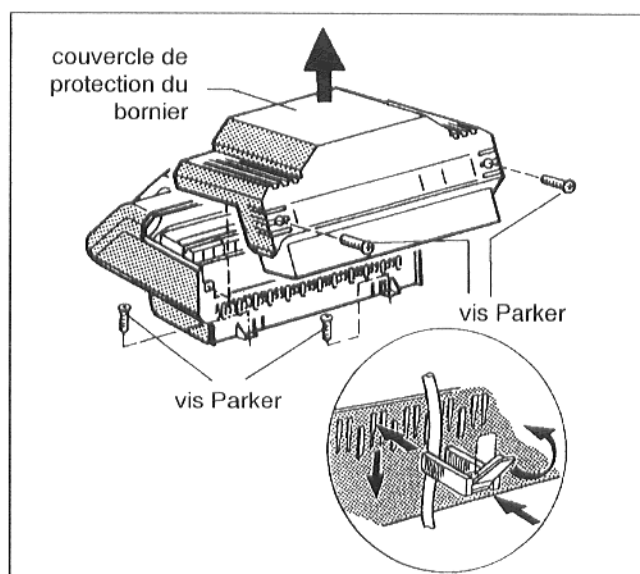

Fig. 18
- Enlever les 2 vis Parker du couvercle de protection du bornier de l'appareil de régulation. Retirer le couvercle de protection du bornier (Fig. 18).
- A l'arrière visser le socle de l'appareil à droite et à gauche sur la jaquette de la chaudière, à l'aide de 2 vis Parker (Fig. 18).
- Fixer tous les câbles à l'aide de serre-câbles: enfoncer le serre-câble muni du câble dans le haut des fentes du cadre de fixation des serre-câbles; la nervure du levier doit être dirigée vers le haut. Pousser le serre-câbles vers le bas et l'enfoncer. Rabattre le levier vers le haut (Fig. 18).